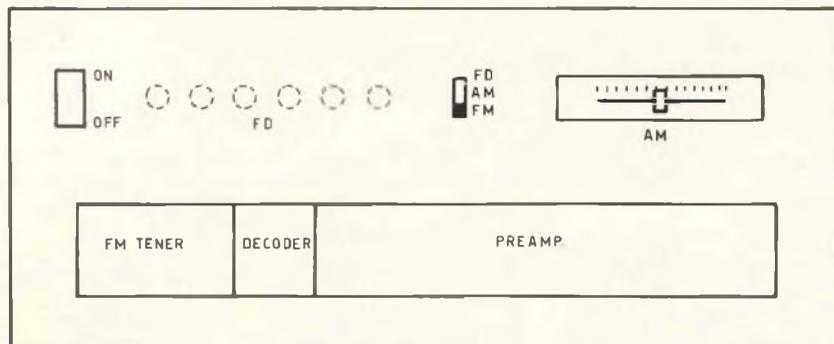

Fig. 3 - Come si presenta il pannello frontale dopo le relative forature.
Dopo aver forato il pannello frontale rivestito di laminato plastico, seguendo le misure indicate nella fig. 3, fissarlo, mediante Vinavil, Bostik o altro buon adesivo, al pannello di base. Due tasselli agli estremi interni della base renderanno più solido l'insieme.
- $L = 15$  mm., a testa piana svasata dall'esterno, viti che, però, vengono nascoste dal cartoncino nero ricoperto di plastica trasparente che porta la scala in Kilocicli per la sintonia AM. Spero che il disegno nella fig. 3 sia chiaro a questo proposito e aggiungo che per questo lavoro di pazienza, non tanto occorrono le spiegazioni, quanto il gusto e la capacità di farlo.